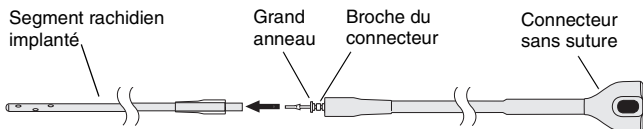

Figure 9. Insertion de la broche du connecteur.
5. Saisir le manchon de décharge de traction près de la broche du connecteur sur le segment pompe et insérer la broche du connecteur dans le segment rachidien jusqu'à ce que celui-ci touche le grand anneau le plus proche. Veiller à ne pas déplacer le cathéter dans le rachis (Figure 9).